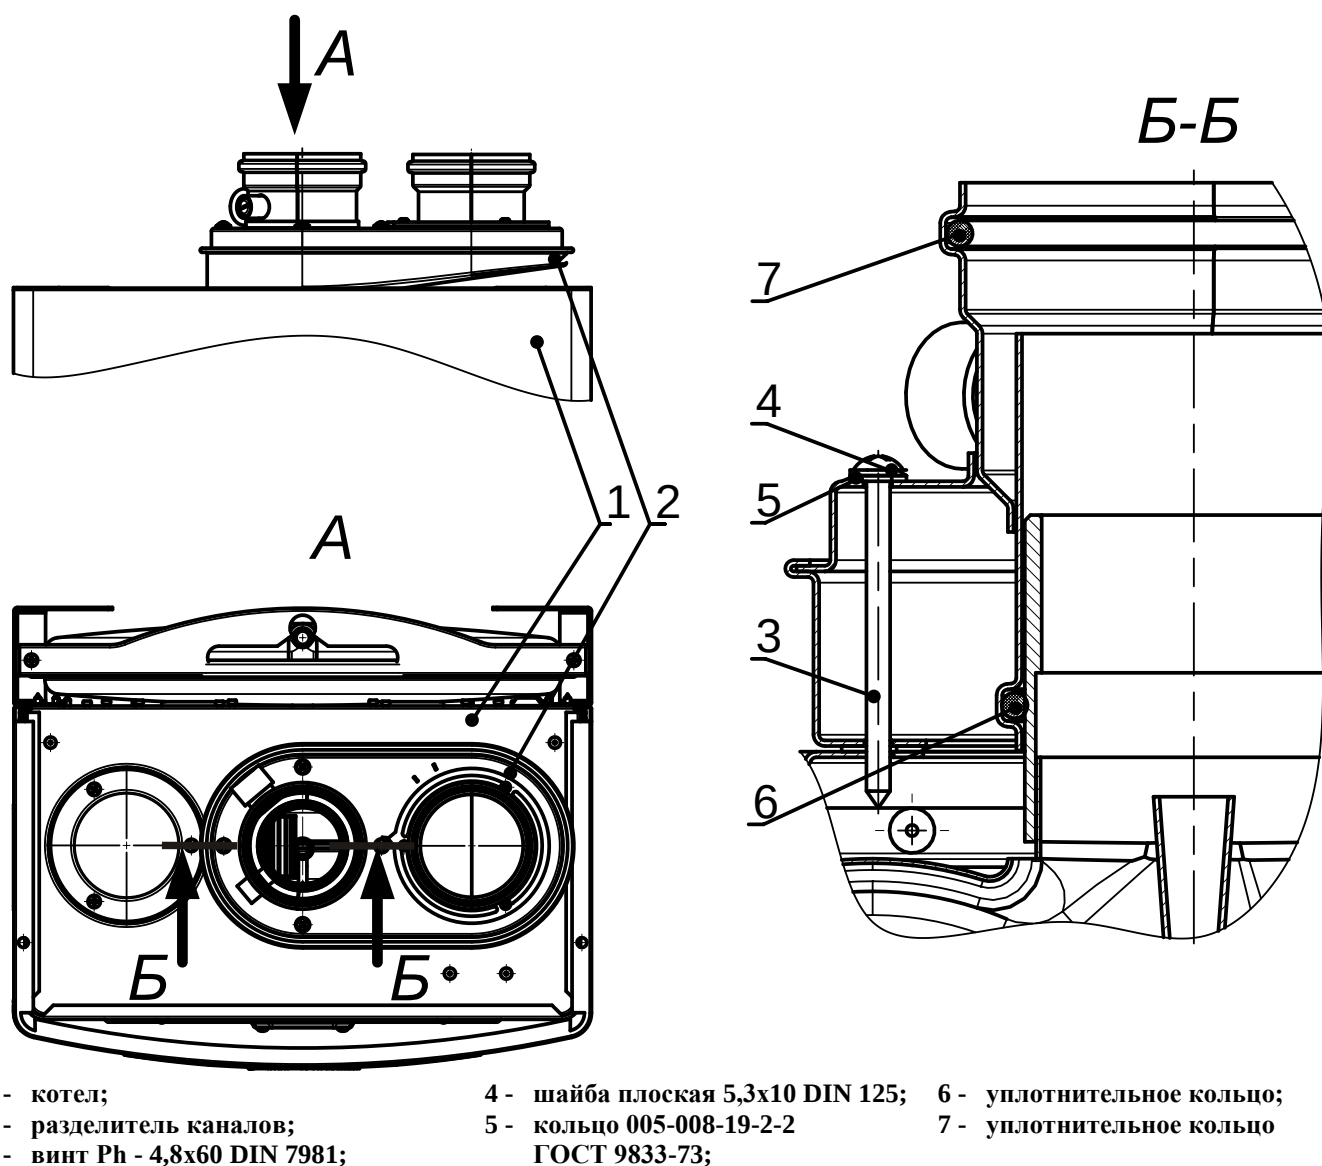

Рис. 9. Схема установки разделителя каналов
- 3) убедиться в наличии уплотнительного кольца 6 (в месте присоединения втулки вентилятора) перед установкой разделителя на котел (см. Рис. 9);
- 4) установить разделитель каналов 2 на котел, контролируя, чтобы втулка не “закусила” уплотнительное кольцо 6 (см. Рис. 9);
- 5) закрепить разделитель каналов четырьмя винтами 3 (предварительно установить на каждый винт сначала шайбу 4, а затем кольцо 5) (см. Рис. 9);
- 6) убедиться в наличии уплотнительных колец 7 (2 шт.) на входе и выходе в разделитель каналов перед дальнейшим монтажом труб дымоотвода и воздуховода (см. Рис. 9);